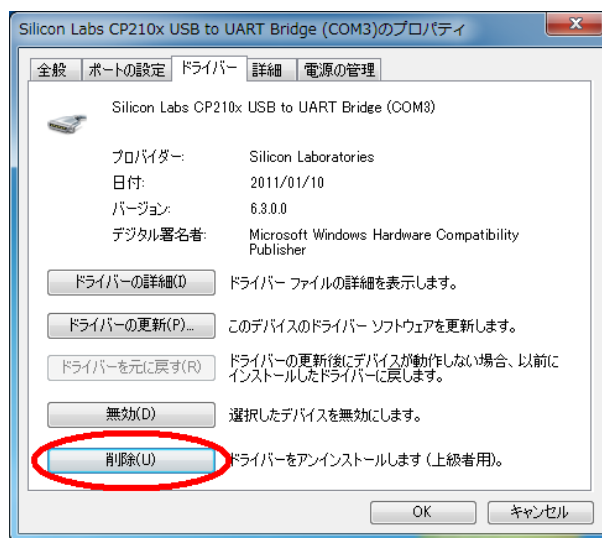

Fig. 5: デバイスドライバの削除を選択
4. ドライバー内で、“削除”を選択する (Fig. 5)。